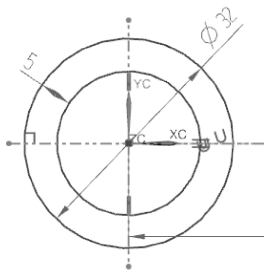

图 2-76 绘制同心圆
- 单击【圆】按钮 $\bigcirc$ ，在坐标系原点绘制两个同心圆，进行尺寸约束，如图 2-76 所示。